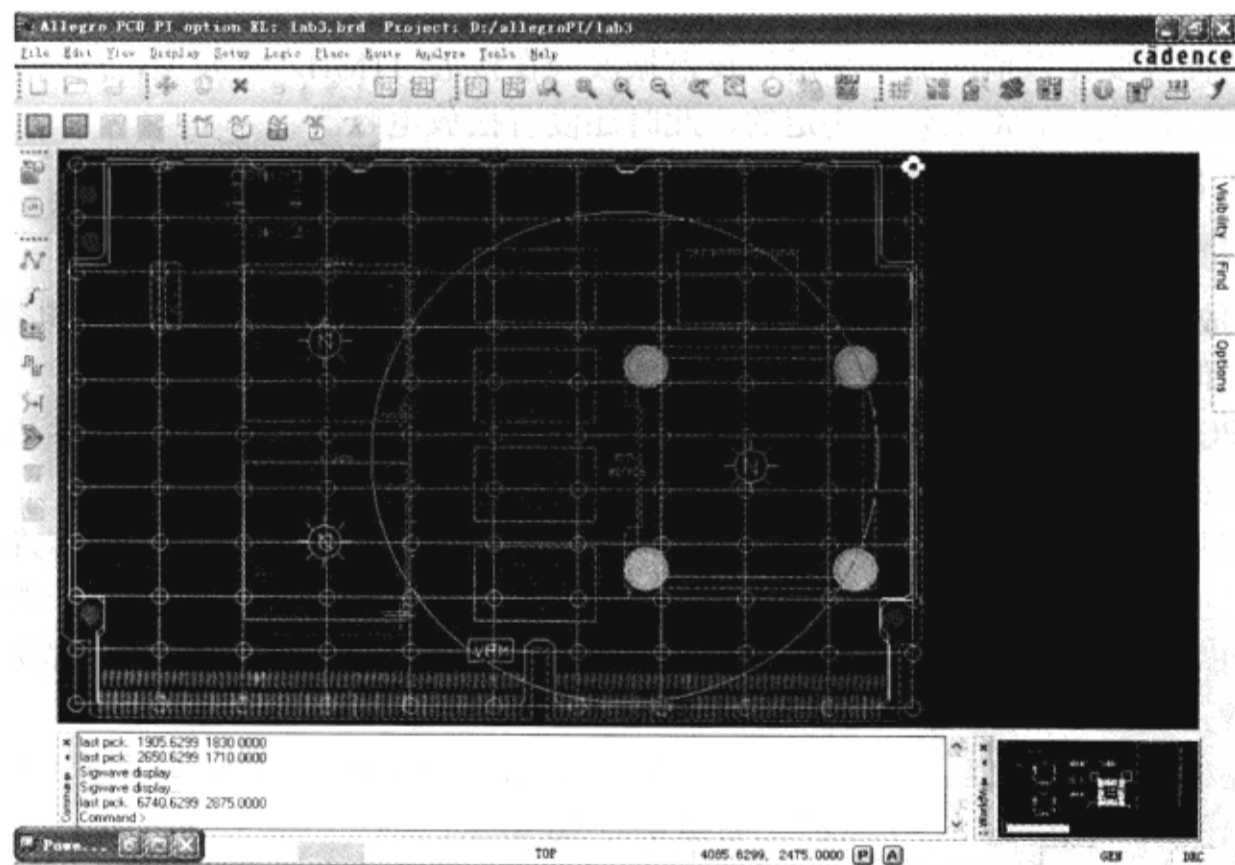

图 9-7-27 摆放去耦电容器
(2) 在 Allegro PCB PI option XL 窗口移动图标，根据电容器的有效去耦范围在一个合适的位置单击鼠标左键摆放这个电容器。窗口中显示的圆圈非常大，它显示了电容器的有效去耦范围，根据这个圆圈可以在 PCB 上的各种位置摆放这 4 个电容器，此时还需要摆放剩下的 3 个同类型的电容器。当摆放完第一个电容器时，电源完整性工具会自动选择下一个电容器并附着在光标上。无论电容器是摆在 PCB 的顶层还是底层，都可对电容器的方向做修改，如图 9-7-27 所示。